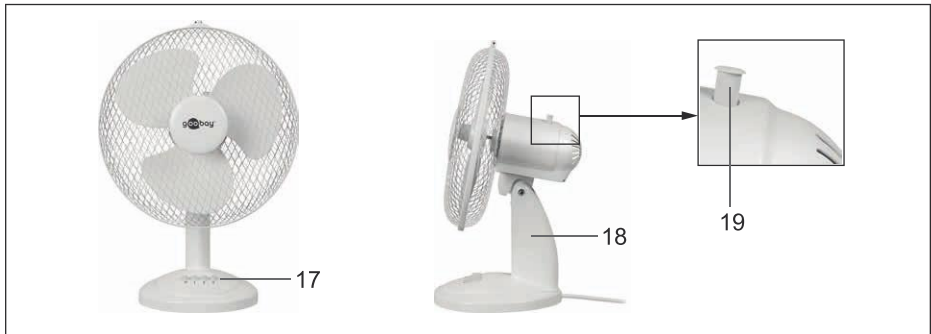

Fig. 78: Færdigmonteret bordventilator
Ventilationsstyrken kan indstilles i 3 trin ved at trykke på trykknapperne 0-3 (17, fig. 78):
**TIL:** Tryk stiften til rotationsindstilling (19, fig. 78) ind i motorhuset.